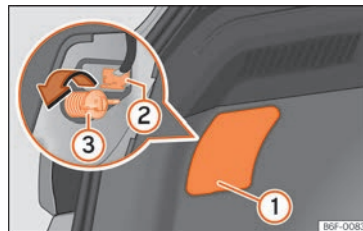
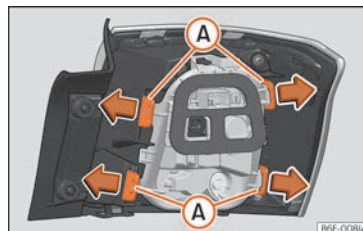

Abb. 59 Gepäckraum: Zugang zur Befestigungsschraube der Heckleuchte.
Abb. 60 Befestigungsglaschen Rückseite Heckleuchte.
- Hebeln Sie die Abdeckung an der Aussparung »» **Abb. 59** ① mit dem flachen Teil des Schraubendrehers ab.
- Ziehen Sie den Stecker von der Lampe ② ab.
- Schrauben Sie mit der Hand oder mit Hilfe eines Schraubendrehers die Befestigungsschraube der Leuchte ③ heraus.
- Bauen Sie den Lampenträger aus, indem Sie die Befestigungslaschen »» **Abb. 60** A entriegeln.